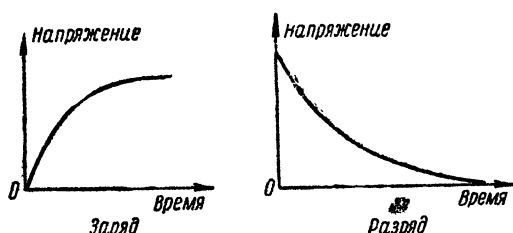

Рис. 42. График изменения напряжения при заряде и разряде конденсатора
*Чем меньше ёмкость конденсатора и сопротивление, тем быстрее происходит разряд*. При замыкании конденсатора накоротко разряд будет почти моментальный. Во время разряда напряжение на конденсаторе падает и доходит до нуля, после чего прекращается и ток. На рис. 42 показаны графики нарастания и спада напряжения при заряде и разряде конденсатора.